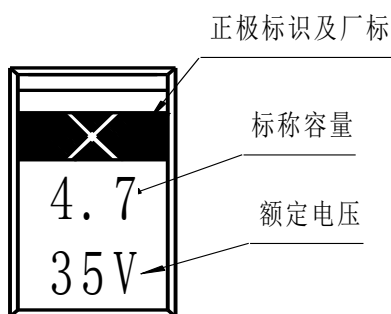

图2
- (1) 商标及正极标识
- (2) 标称电容量
- (3) 额定工作电压
5.2 标志说明：见图 2（举例）。